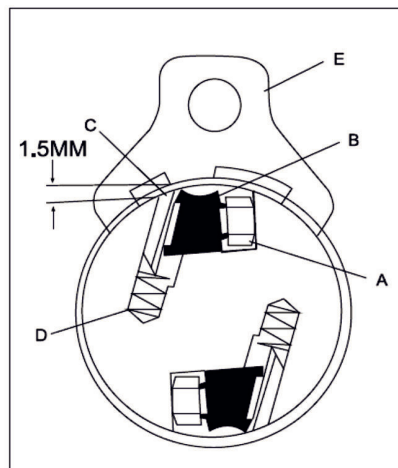

Рис. 4
Ножи выйдут наружу под действием пружины (D). Выньте нож (С) и затем фиксатор ножа (В) (Рис. 4)
1. Установите фиксатор ножа (В) (Рис. 4) в режущую головку
2. Ослабьте крепление ножа, отвернув винты (A) (Рис. 4).
3. Когда выступ ножа выставлен на необходимую длину с использованием шаблона (E), закрепите нож, затянув винты (A), используя рожковый ключ и поворачивая винты против часовой стрелки.